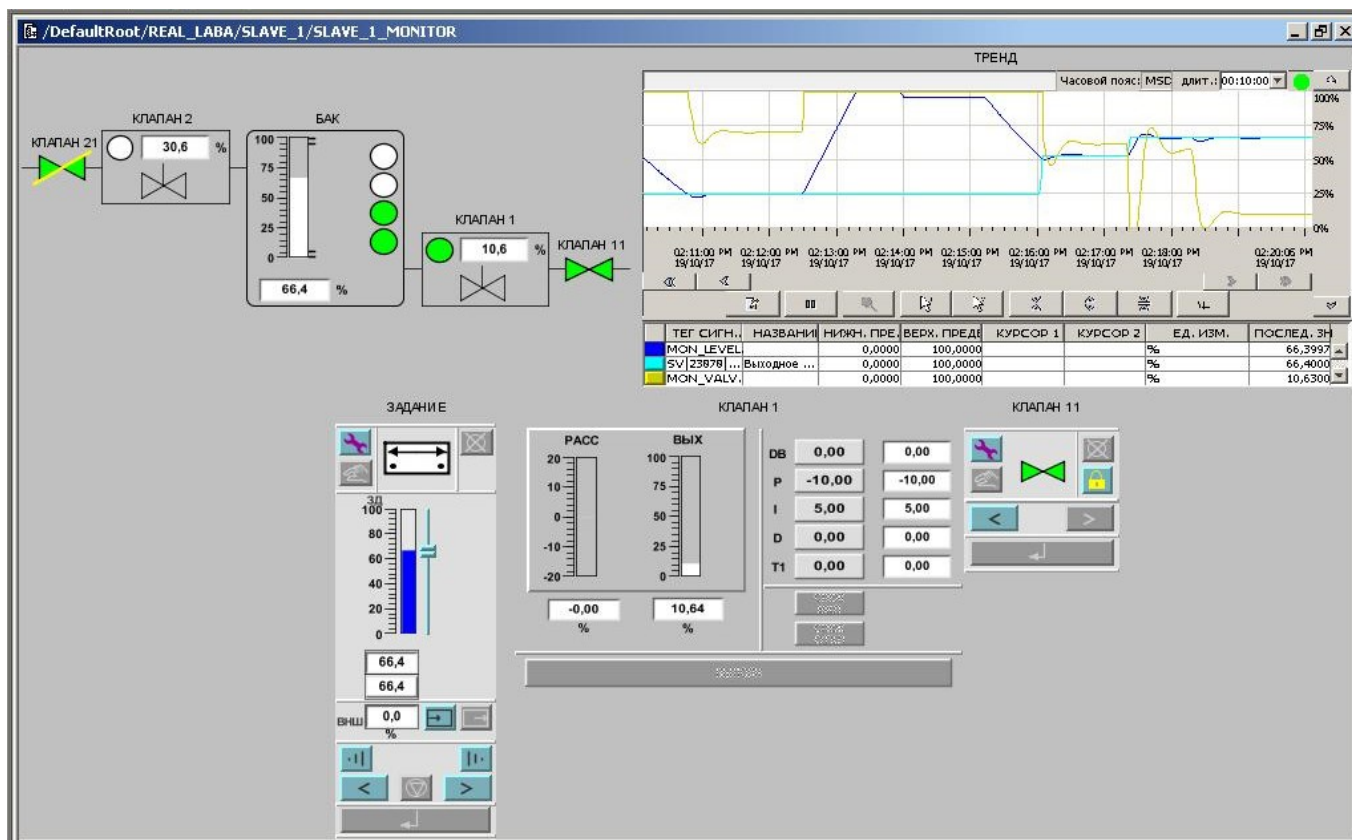

Рис. 9. Видеограмма SLAVE_x_MONITOR (пример)
2. Создание видеogramмы SLAVE_x_MONITOR (пример см. рис. 9):